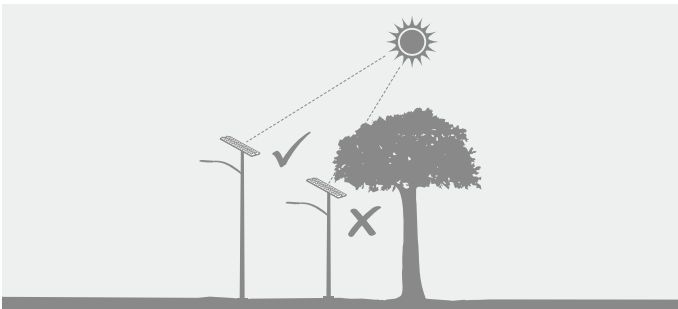

图2
- ② 安装时需要注意避免阳光被建筑物或树木遮挡，以免影响太阳能系统发电效率，影响路灯工作。(见图2)